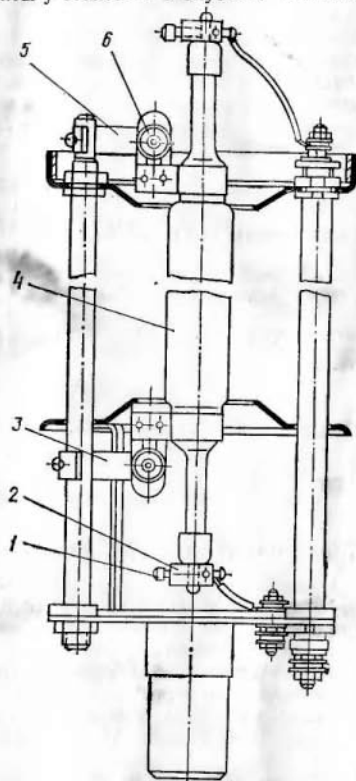

Рис. 4. Установка ртутно-кварцевой лампы
- отвернуть гайки 6 (см. рис. 4) с крошштейнов 3 и 5;
винты 1 (рис. 4), снять контакты 2 с лампы, отвернуть гайки 6 и снять лампу 4 с кронштейнов 5. Установку новой лампы производить в обратном порядке.